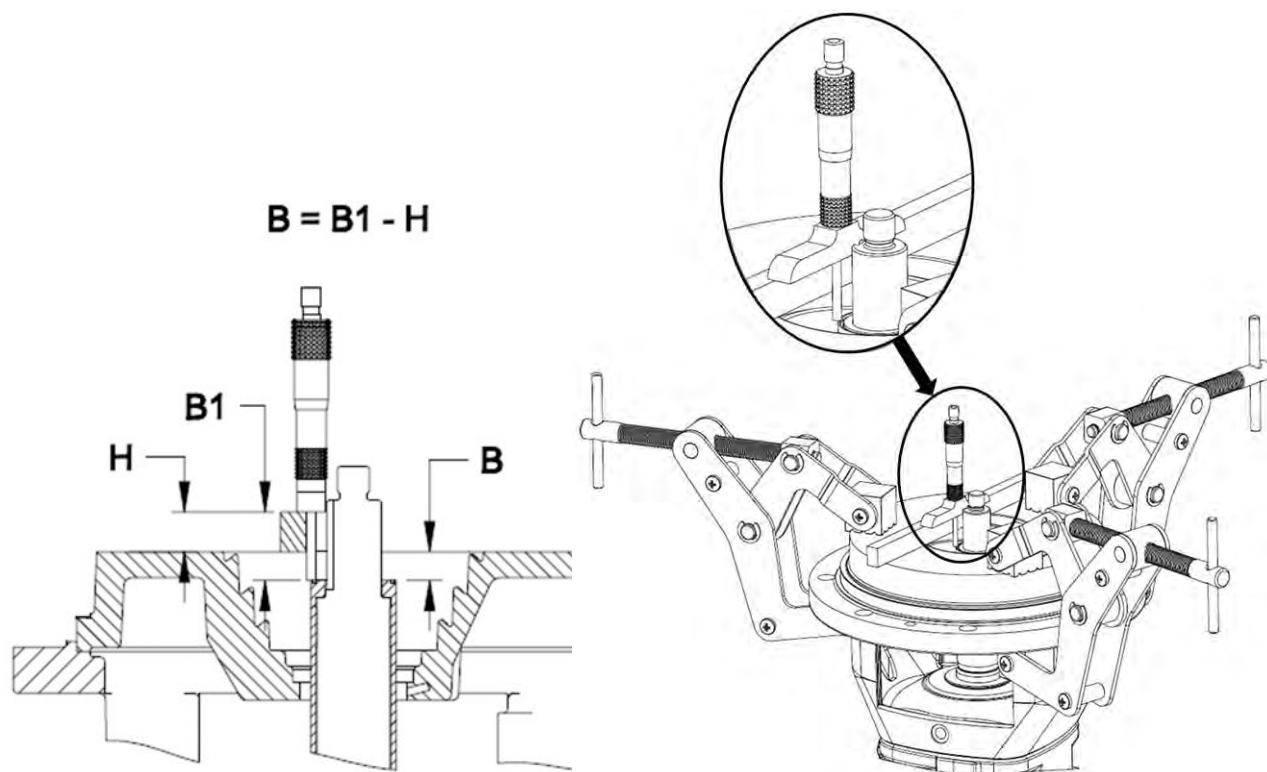

Bild 48: Mätning från hölje till hylsa
23. Placera stängen (Goulds eller generisk) över höljet (161) enligt Bild 48: Mätning från hölje till hylsa on page 83, mät överdelen av stängen (524) till hylsans ansats och registrera värdet i fältet "B1".
24. Subtrahera H från "B1" och registrera värdet i fältet "B" ($B=B1-H$) -- se Bild 48: Mätning från hölje till hylsa on page 83.
30. När mellanläggskombinationen har fastställts, installera mellanlägg (525) och hylsa (222) på axeln (210), se Bild 48: Mätning från hölje till hylsa on page 83.